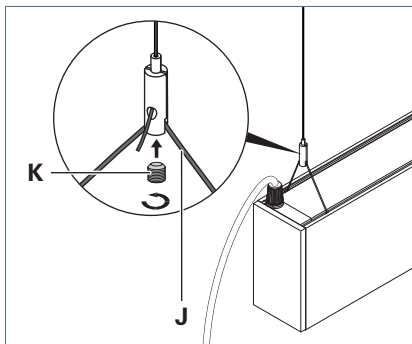

Fig. 5: Leuchte an Drahtseilhalter befestigen.
- Schieben Sie das Drahtseil **J** der Leuchte in den Drahtseilhalter, siehe Fig. 5.